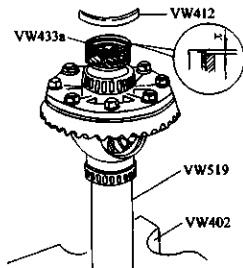

图 3-118 安装车速里程表主动齿轮和锁紧销
8) 装上车速里程表主动齿轮和锁紧套筒, 使  $X=1.88\text{mm}$ 。注意: 专用工具 VW433a 只能支撑在锁紧销上, 以免齿轮受损, 如图 3-118 所示。